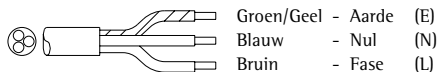

Fig. 5
- (fig.5) Bij 220V-240V 1 fase met stekker aansluiting.
- (fig.5) Bij 220V-240V 1 fase (3 aderige kabel).
Het 3 aderige netsnoer (fig.5) heeft de volgende adercode: